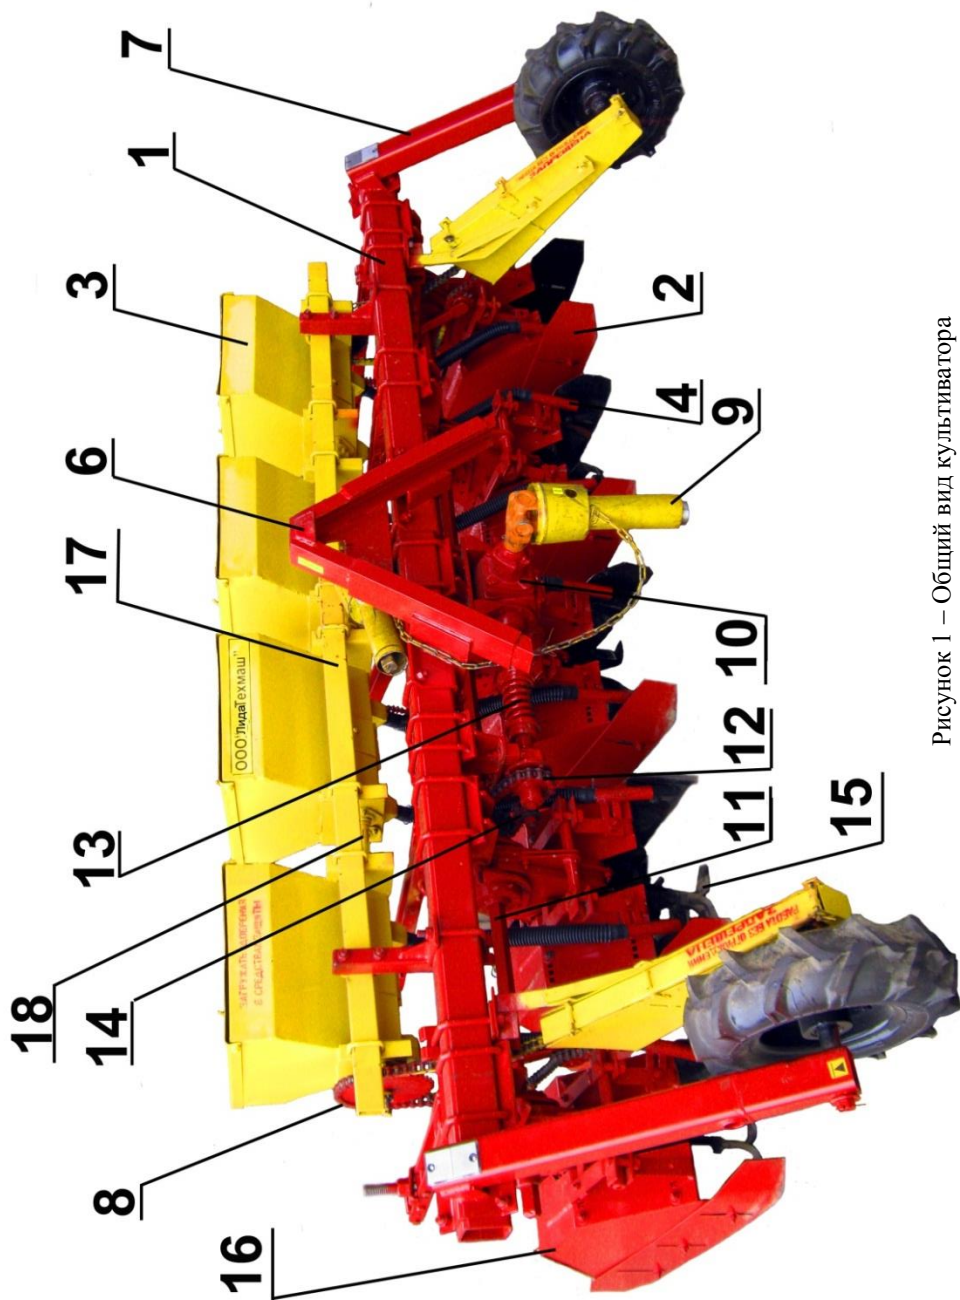

Рисунок 1 – Общий вид культиватора
3.1 Фрезерный культиватор (рис.1) представляет собой навесную машину, состоящую из рамы 1, на которой крепятся: замок автосцепки 6, два несущих колеса 7, пять (или семь) секций рабочих органов 2.
3.3 Рабочими органами культиватора являются почвообрабатывающие фрезы (рис. 6) и неподвижные ножи 15 (рис. 1). Привод фрез осуществляется от ВОМ трактора и состоит (см. рис. 1) из карданной передачи 9, конического редуктора 10, цепной передачи 12, центрального вала 11 и цепных редукторов. Для предохранения привода от повреждения при аварийных перегрузках предусмотрено предохранительная муфта 13.
Регулировка цепи привода рабочих органов производится с помощью натяжника 14 (рис.1), в цепном редукторе – при помощи натяжника 13 (рис.6).
- цепь привода рабочих органов: при помощи натяжника 14 (рис.1);